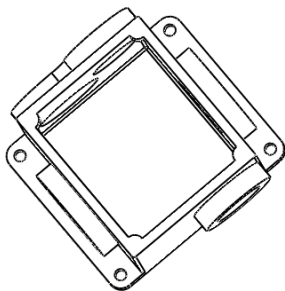

图 16-35 镜像孔特征
- 12 单击对话框中的【确定】按钮，生成镜像孔特征，如图 16-35 所示。